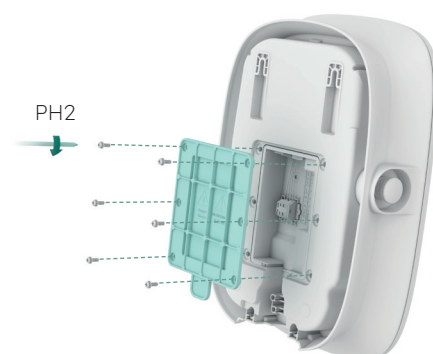

Figure 12. Fermeture du capot arrière
- 10 Fermez le capot arrière, comme le montre la figure 12.